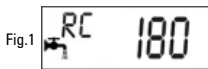

Fig.1
- Fig.1: Reserve erreicht, es bleiben 180 Liter